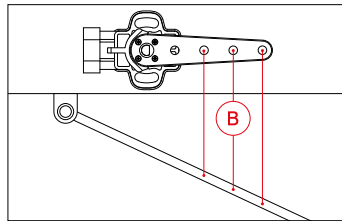

Abb. 24: Befestigungspunkt Koppelstange
2. Schließen Sie die Luftleitung wieder an und bringen Sie so viel Luftdruck auf den Luftbalg, bis sich das Fahrwerk am oberen Endanschlag befindet. Messen Sie nun wieder den Abstand [B] von dem Sensorarm bis zum gewählten Befestigungspunkt der Koppelstange (Abb. 24). Die Differenz der beiden Messwerte ergibt den maximalen Verfahrensweg [C].